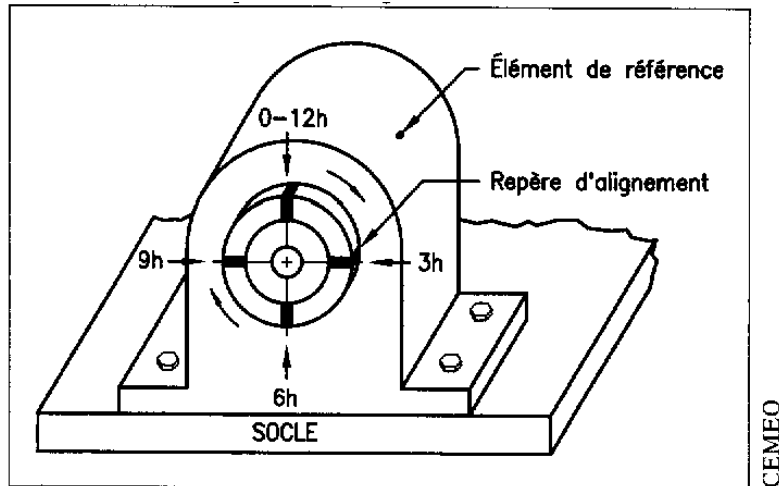

Figure 20
*Le repérage consiste à faire quatre marques équidistantes sur la circonférence des deux parties de l'accouplement avec un crayon feutre ou des papiers adhésifs et de les numéroter. Pour identifier ces repères, nous allons utiliser le système d'horloge, tel que montré à la figure 20.*